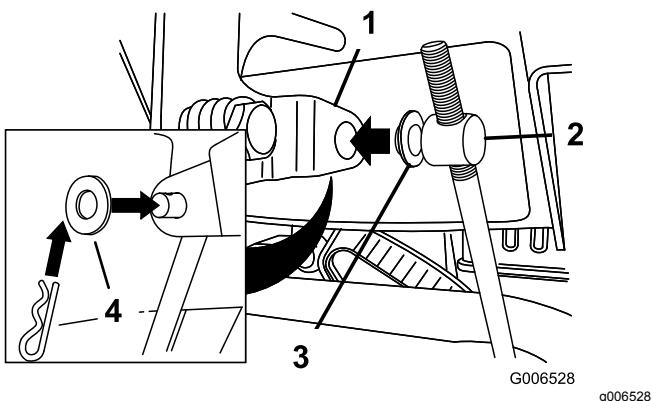

Figura 7
3. Posizionate una rondella piana sul barilotto (Figura 7).
- 6. Sollevate l'asta di comando della velocità e inserite il barilotto nel foro della leva del selettore della velocità (Figura 7).
- B. Scollegate il barilotto dalla leva del selettore di velocità (Figura 7).
- C. Girate il barilotto verso il basso (in senso orario) sull'asta di comando della velocità (Figura 7).
- D. Collegate il barilotto alla leva del selettore di velocità (Figura 7).
- C. Girate il barilotto verso l'alto (in senso antiorario) sull'asta di comando della velocità (Figura 7).